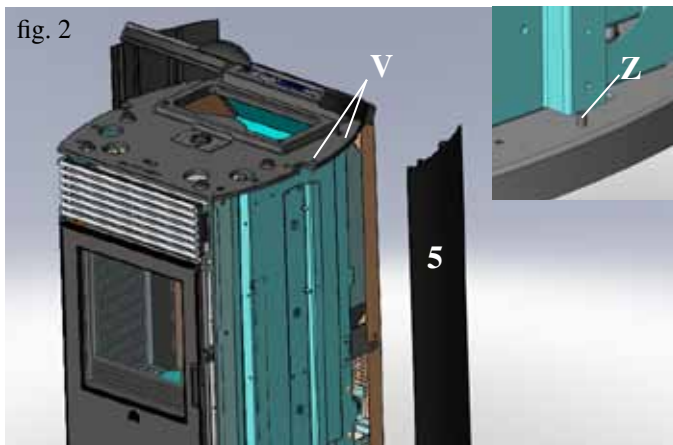

fig. 2
- Levantar la tapa de fundición, aflojar los tornillos (V) y desmontar los dos lados posteriores de aluminio (5) desenganchándolos de los pernos de fijación (Z) colocados en la base de fundición fig. 2.